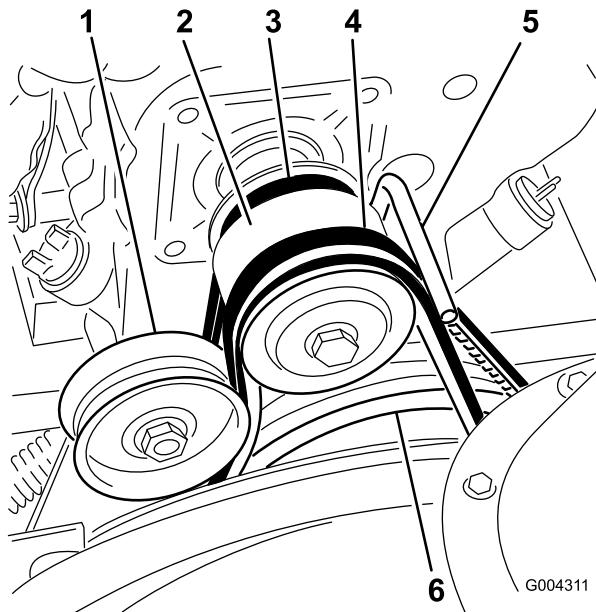

Figure 38
1. Boulon à embase (2)
3. Desserrez le boulon du guide-courroie (Figure 38).
4. Retirez la courroie de vis sans fin/turbine de la poulie du moteur et de la grande poulie de vis sans fin/turbine (Figure 38).
9. Déchaussez la courroie de transmission de la poulie de moteur et de la grande poulie de transmission (Figure 38).
11. Passez la courroie sur la poulie de moteur, en veillant à la faire passer sous le guide-courroie (Figure 38).
16. Placez la courroie de fraise/turbine sur la grande poulie de fraise/turbine et la poulie du moteur, en veillant à la faire passer à l'intérieur de la poulie de tension et du guide-courroie (Figure 38).
2. Desserrez le boulon du guide-courroie (Figure 38).
3. Retirez la courroie de vis sans fin/turbine de la poulie du moteur et de la grande poulie de vis sans fin/turbine (Figure 38).
4. Passez la courroie neuve autour de la grande poulie de fraise/turbine (Figure 38).
5. Passez la courroie sur la poulie de moteur, en veillant à la faire passer sous la poulie de tension et le guide-courroie (Figure 38).